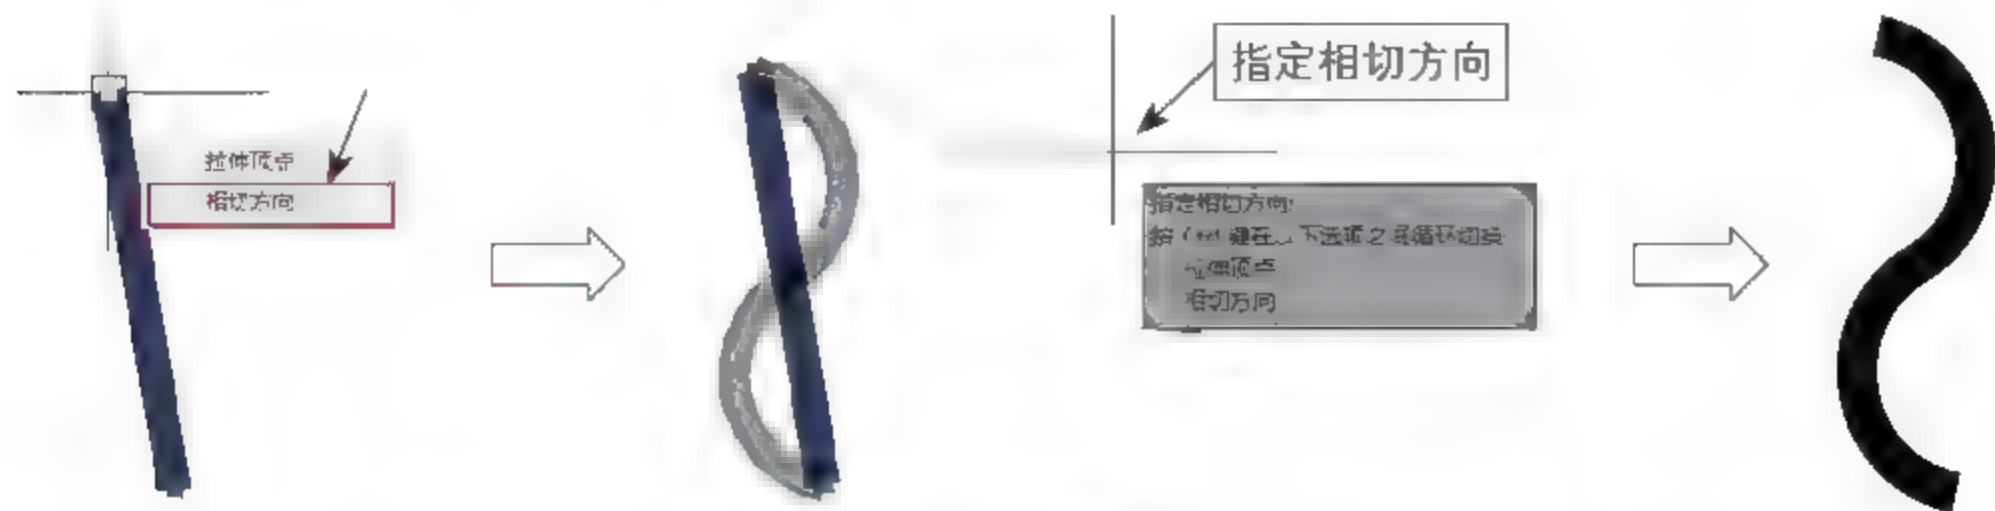

图3-23 激活顶点调整相切方向
- 拟合(F): 选择该选项, 将多段线转换为二维多段线。激活多段线的顶点, 在弹出的快捷菜单中选择【相切方向】命令。移动鼠标, 指定相切方向, 可以调整多段线的显示样式, 操作过程如图3-23所示。